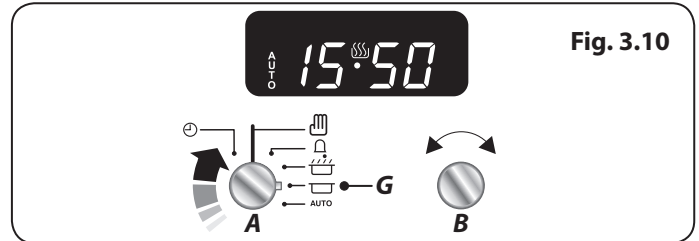

Fig. 3.10
2. Tournez le bouton de la minuterie (A) sur le réglage Heure d'arrêt (G) (**Fig. 3.10**). L'affichage indique alors l'heure actuelle plus le temps de cuisson que vous avez sélectionné.